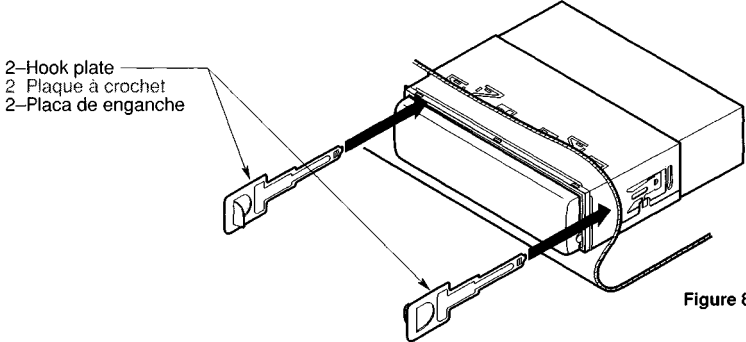

Figure 8 / Figure 8 / Figura 8
- 3 Insert and lock the hook plates (Figure 8)
- 3 Insérer et verrouiller les plaques à crochet (Figure 8)